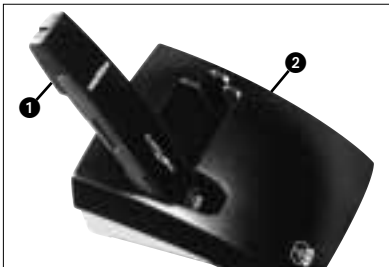

Fig. 3: Cargar el acumulador con la estación de carga opcional CU 40
### 3.2 Funcionamiento con acumulador (véase Fig. 3)
Para cargar el acumulador tiene que poner el emisor (1) en la estación de carga opcional CU 40 (2), tal como se indica en la Fig. 3.